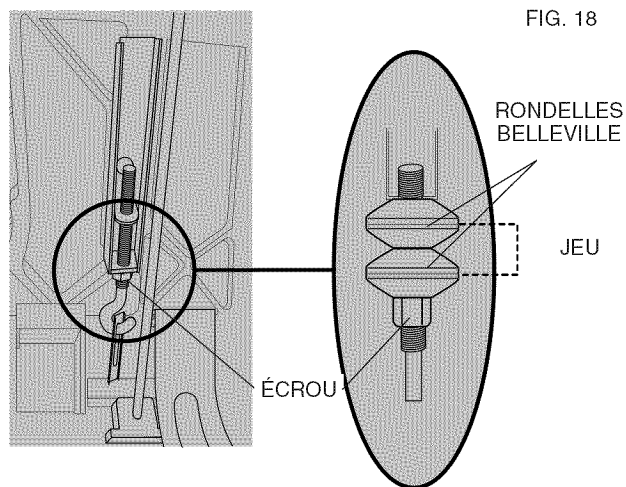

FIG. 18
2. Serrer l'écrou qui se trouve sous la scie (fig. 18). Régler l'écrou jusqu'à ce qu'il n'y ait plus de jeu entre les rondelles Belleville.